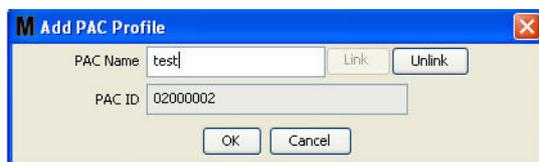

FIG. 115
5. Il numero PAC ID   visualizzato nel campo PAC ID (ID PAC) (FIG. 115). Fare clic su OK per chiudere la schermata e salvare le modifiche.
Si noti che il pulsante "Link" (Collega) nella FIG. 115 non   pi  attivo e invece lo   un pulsante "Unlink" (Scollega). Facendo clic sul pulsante "Unlink" (Scollega) si interrompe l'associazione tra il PAC e il PC Matrix.